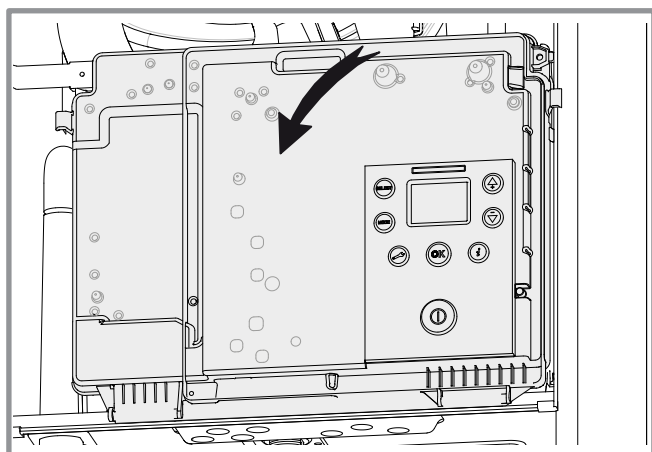

figure 30 - Basculement du coffret électrique
- Pivoter le coffret électrique (figure 30),
- Débrancher le tube d'évacuation des condensats ①.
- Déposer le silencieux (voir ci-contre - ② - ③).